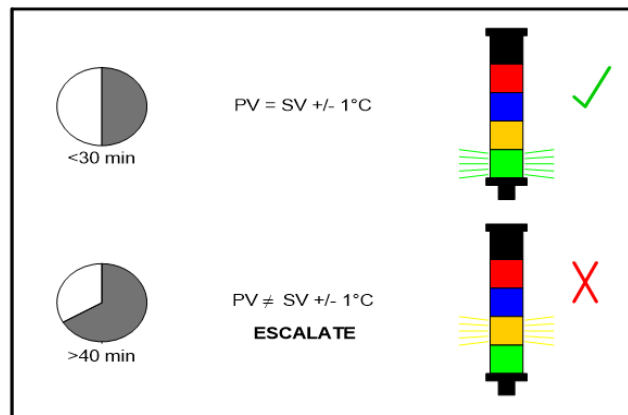

Abbildung 15
4.1.5. Die Prozesstemperatur (PV) im Drucker sollte sich innerhalb von ca. 30 Minuten auf $\pm 1\text{ }^{\circ}\text{C}$ ($34\text{ }^{\circ}\text{F}$) der Solltemperatur (SV) zubewegen und stabilisieren (Abbildung 15):